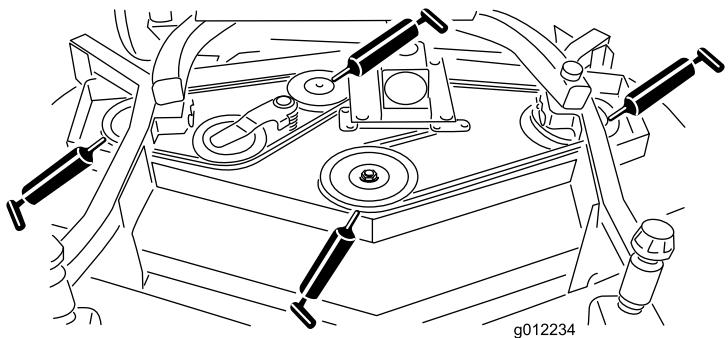

図 16
- スピンドルのシャフトのベアリング（3ヶ所）（ブーリの下）（図 16）
- ・アイドラームのシャフトのベアリング (図 16)